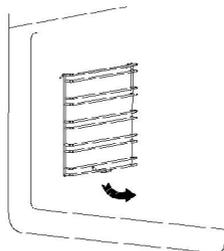

рис. 2
- Поверните решетку внутрь примерно на  $90^\circ$  (рис. 2).